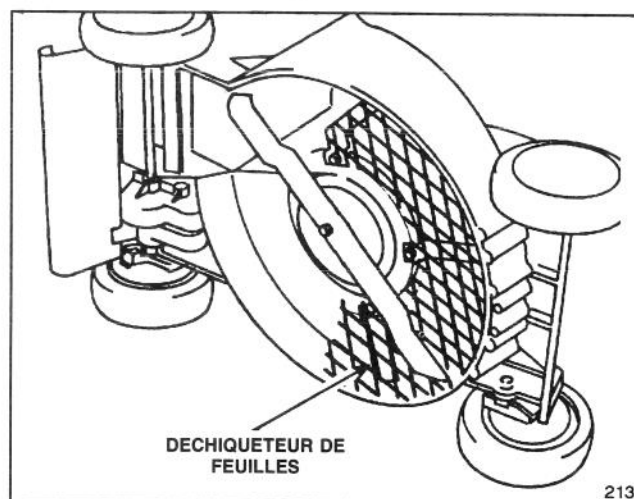

Figure 35
3. Déchiqueteur de feuilles (modèle n° 59180)—Se monte sous la tondeuse en quelques minutes, sans qu'il soit nécessaire d'enlever la lame. Déchiquette les feuilles en petits morceaux afin de permettre une bonne aspiration dans le sac à herbe et donc un enlèvement pratique (figure 35).